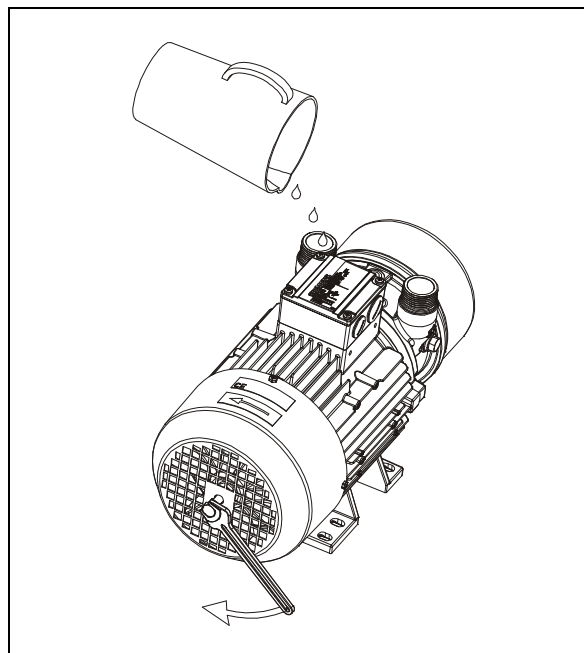

fig. 14: Versare il conservante e girare l'albero
- Avvitare una vite M6 o M8 (a seconda del tipo) avente fuso di sufficiente lunghezza, attraverso l'apertura centrica nella calotta di ventilazione e nell'estremità dell'albero dalla parte della ventola esterna (vedi fig. 14, pag. 33).